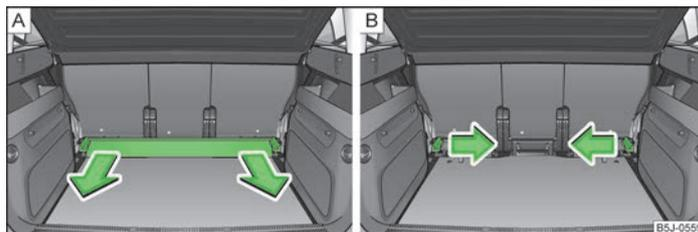

Fig. 52 Maletero: Retirar la guía portante transversal/las cuñas de retención
- Agarrar la guía portante transversal » fig. 52 - **A** y sacarla tirando de ella en el sentido de la flecha.
- Agarrar la cuña de retención » fig. 52 - **B** y sacarla tirando de ella en el sentido de la flecha. Para desmontar la cuña de retención del otro lado del maletero, proceder del mismo modo.